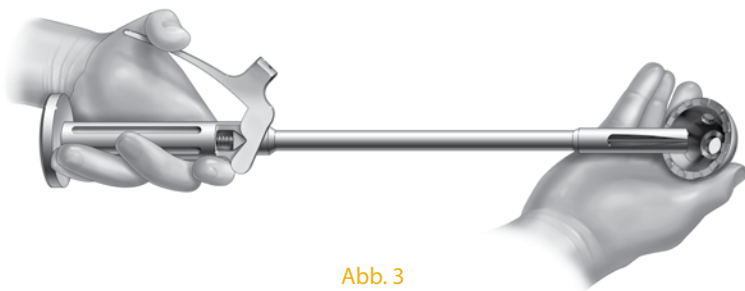

Abb. 3
Schritt 2: Setzen Sie die ausgewählte Pfanne auf den Pfanneneinschläger, indem Sie den Handgriff des Pfanneneinschlägers drücken und die Spitze in den vertieften Bereich am Pol der Pfanne setzen. Lösen Sie den Handgriff, um den Einschläger zu entfernen (Abb. 3). Merken Sie sich die Positionen der Schraublöcher relativ zum Hebel des Pfanneneinschlägers.